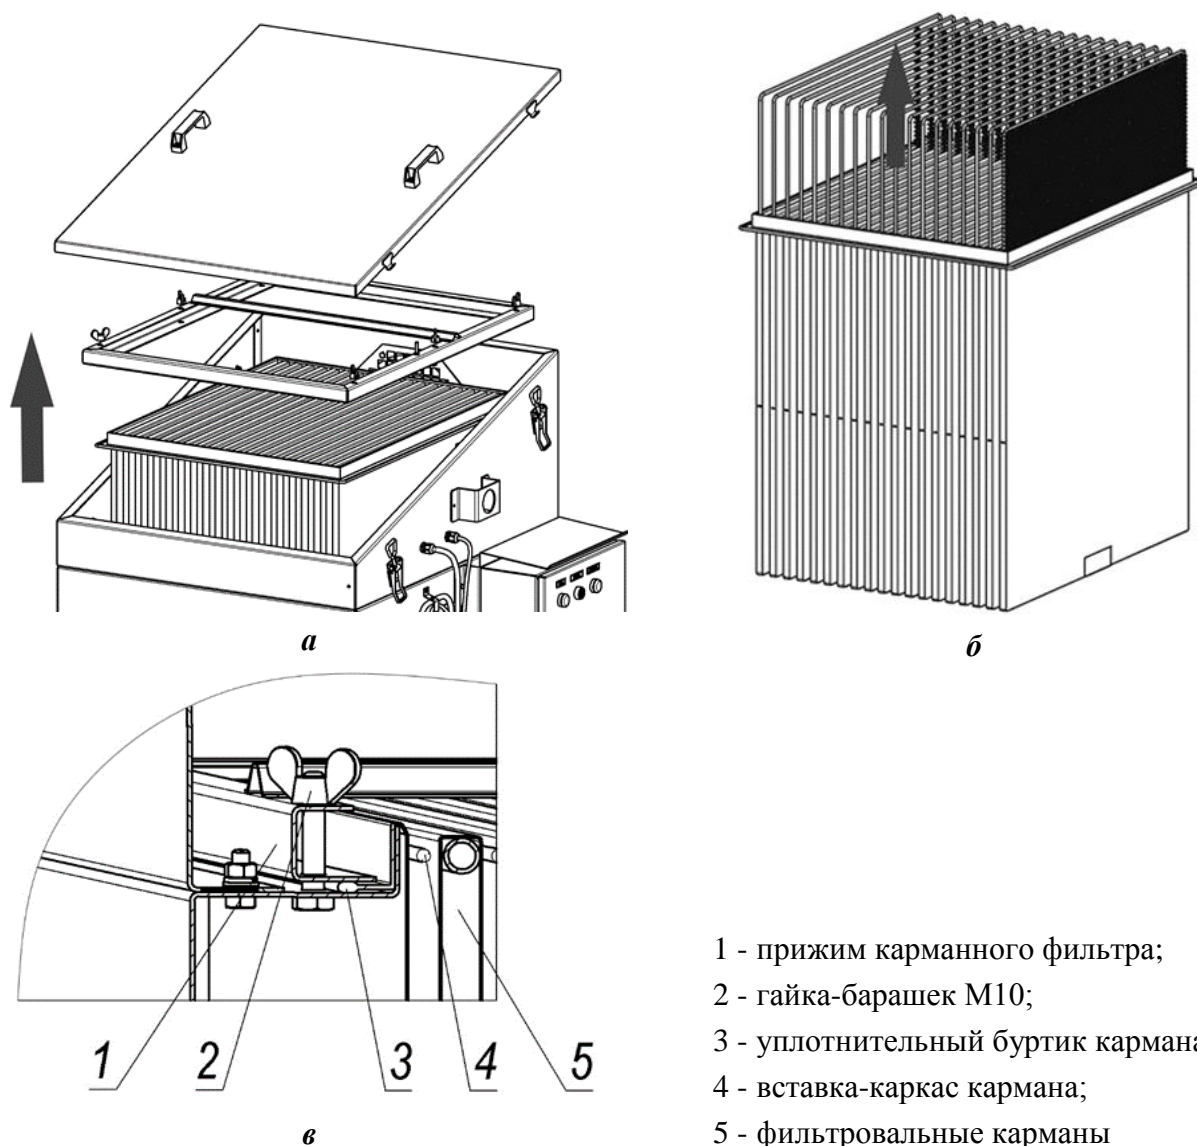

Рисунок 5
- 5) открыть замки-защёлки (рисунок 5а);
- 7) открутить гайки-барашки (рисунок 5в, поз. 2) и снять прижим карманного фильтра (поз. 1);